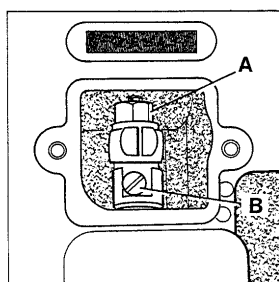

Fig. 12
To change the stitch length, remove the cover plate located below the serial number of the machine. Loosen lock nut (A, Fig. 12) and turn stitch length adjusting screw (B) clockwise to shorten stitch or counterclockwise to lengthen it. After adjustment, retighten lock nut (A) and replace the cover plate.
Lösen Sie die Mutter (A, Fig. 12) und drehen die Stichlängensschraube (B) im Uhrzeigersinn, um den Stich zu verkürzen oder im Gegenuhrzeigersinn, um ihn zu verlängern. Ziehen Sie die Mutter (A) nach dieser Einstellung wieder an und schrauben den Deckel wieder auf.